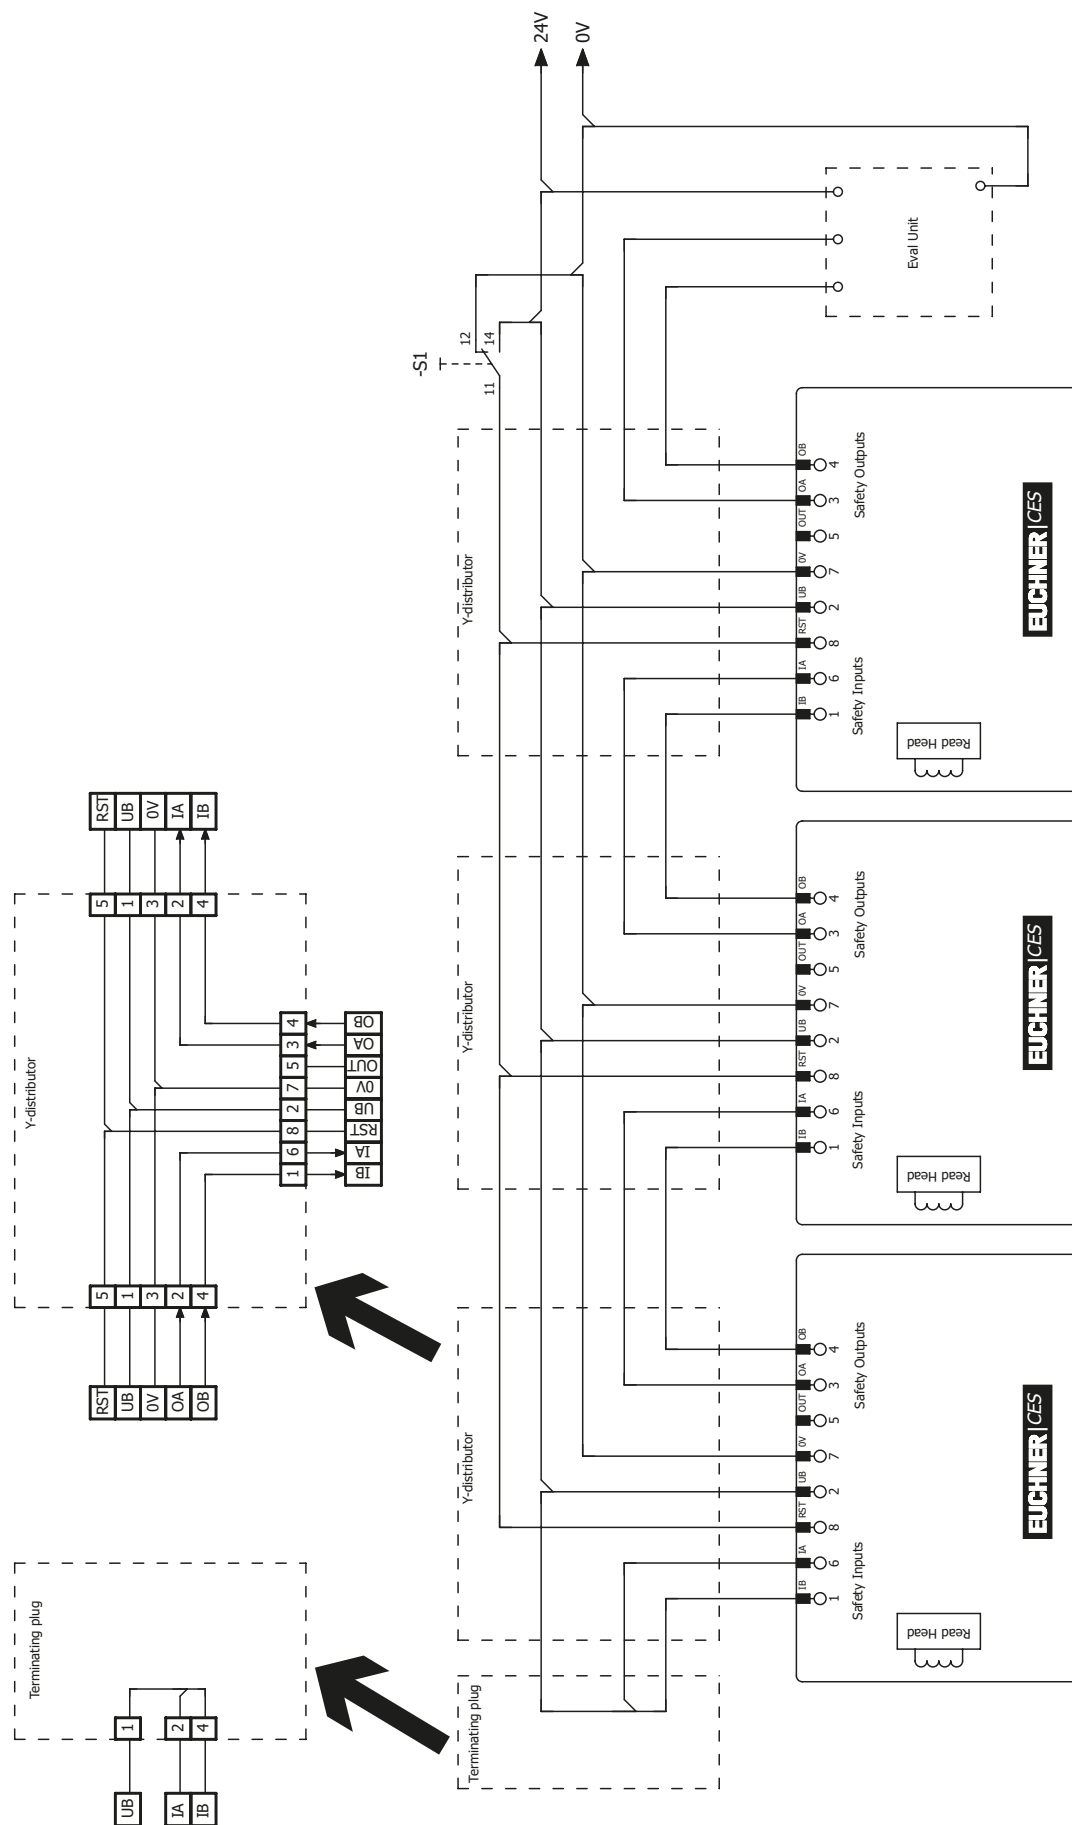

图4: 配有复位和转换开关的串联接配线示例
- ▶ 开关链中的所有开关都必须使用共同的信号。这可以是转换开关或控制系统的输出。不宜使用按钮，因为工作时复位必须始终连接到 GND（请参见第 18 页图 4 中的开关 S1）。
通常，应在断电状态下执行接线工作（例如在更换设备时）。某些特定系统则需在运行过程中执行接线和后续初始化。为此，必须按图4见第18页所示连接输入RST。